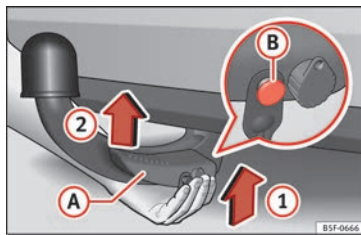

Fig. 226 Placer la boule amovible/broche de déverrouillage à l'état déplié
- Tenez la boule amovible **par en bas** » fig. 226 et encastréz-la dans le logement du crochet en suivant le sens de la flèche (1) jusqu'à entendre un clic » ⚠.